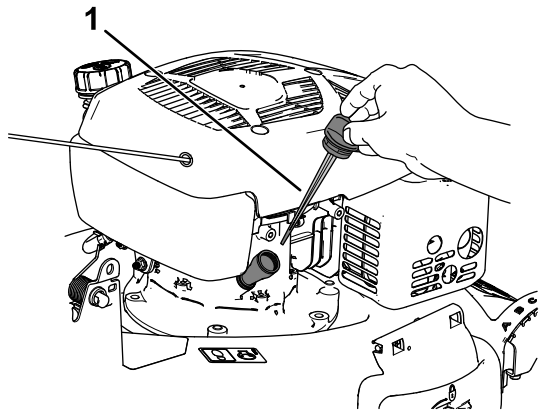

Figura 40
3. Retire la varilla girando el tapón en el sentido contrario a las agujas del reloj y tirando del mismo (Figura 40).